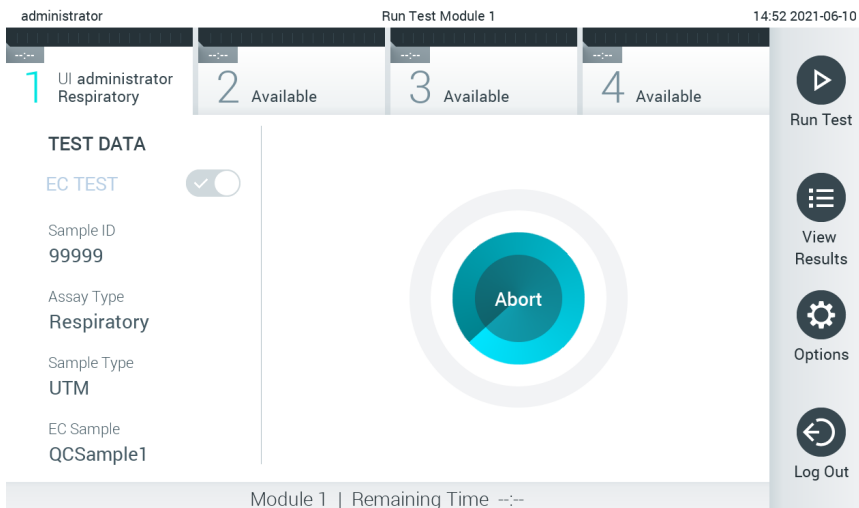

Figure 95. Exécution du test et temps d'analyse restant.
10. Lorsqu'il détectera la cartouche de dosage QIAstat-Dx, le QIAstat-Dx Analyzer 1.0 fermera automatiquement le couvercle du port d'insertion de la cartouche et lancera le test. Aucune autre action de l'opérateur n'est requise. Pendant le test, le temps d'analyse restant s'affiche sur l'écran tactile (figure 95).